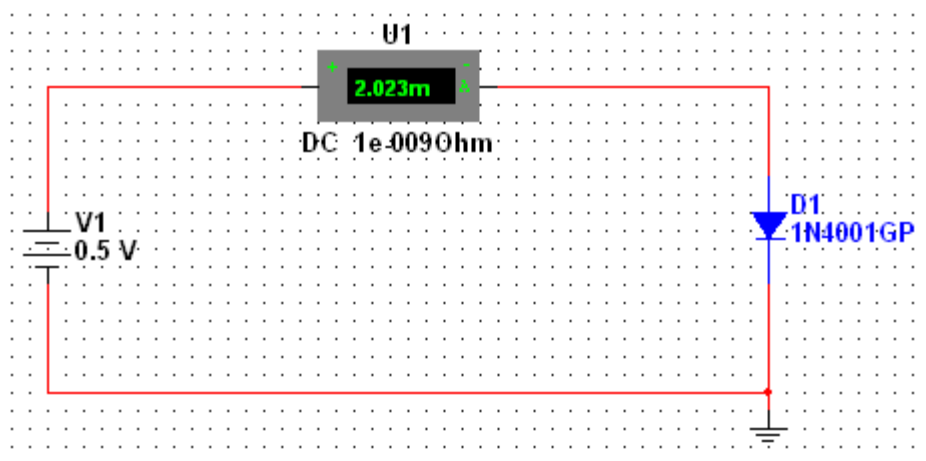

Рис. 3.6 Електрична принципова схема виміру вольт-амперної характеристики напівпровідникових діодів
2. Вивчити призначення всіх елементів схеми (рис. 3.6).